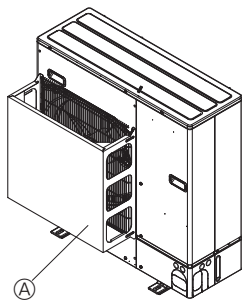

Fig. 2-4
- ② Installez un guide de protection d'air si l'appareil est installé à un endroit où des vents violents, en cas de typhon par exemple, risquent de souffler directement dans la sortie d'air. (Fig. 2-4)